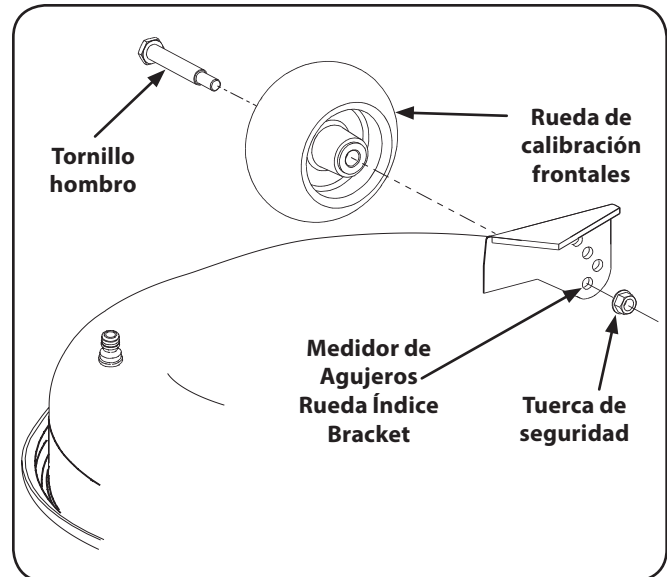

Figura 3-6
- a. Retire la tuerca de seguridad que fija uno de los tornillos de pivote de la rueda de calibre delanteros a la cubierta. Retire la rueda de calibración y el tornillo de hombro. Vea la Figura 3-6.